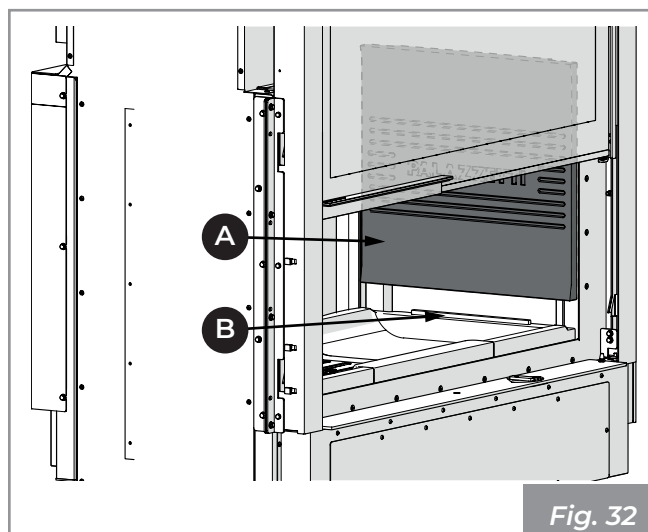

Fig. 32
- 1) Apoyar el espaldar en refractario (A) a la pared del Ecomonobloque y hacerlo deslizar delicadamente hasta su posición, centrándolo con la protuberancia (B) presente en la base en refractario (Fig. 32).